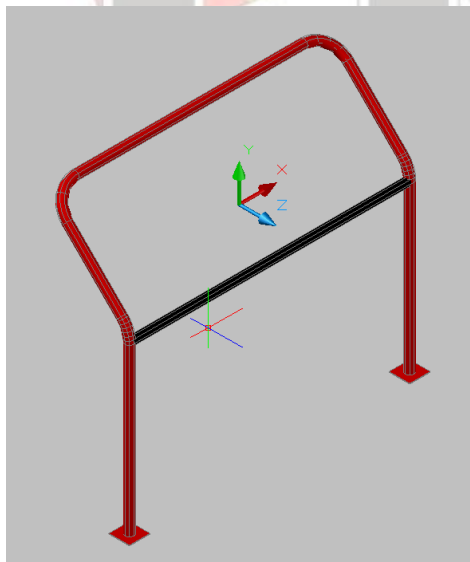

Fig. 7
1.8. Traversa frontala: ranforsare dintr-o teava de otel dreapta, fara indoituri, care se monteaza sub parbriz, unind roll-bar-urile laterale sau partile laterale ale arcului frontal de securitate. **Fig.7.**